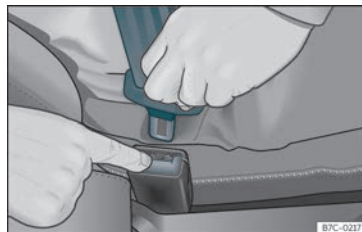

Fig. 10 Soltar a lingueta do fecho do cinto.
- Pressione o botão vermelho do fecho » » » **Fig. 10.** A lingueta saltará do fecho.